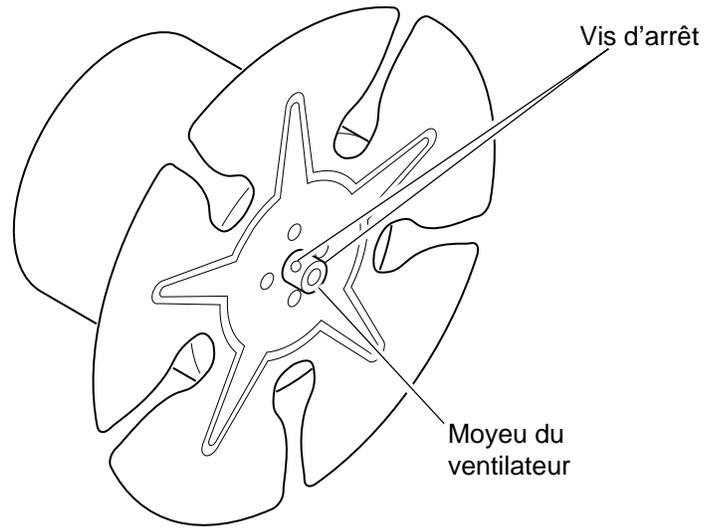

Figure 8 - Dépose ou fixation du ventilateur sur l'arbre du moteur
6. Desserrer, à l'aide d'une clé Allen de 3,17 mm (1/8"), les vis d'arrêt qui retiennent le ventilateur à l'arbre du moteur (se reporter à la figure 8, page 13).
IMPORTANT: En plaçant le ventilateur sur l'arbre du moteur, s'assurer que le moyeu du ventilateur est placé loin du corps du moteur (se reporter à la figure 8. Veiller à ce que les vis d'arrêt touchent l'arrière des surfaces plates de l'arbre du moteur. Serrer fermement les vis (4,5-5,7 Nm [40-50 inch-pounds]).